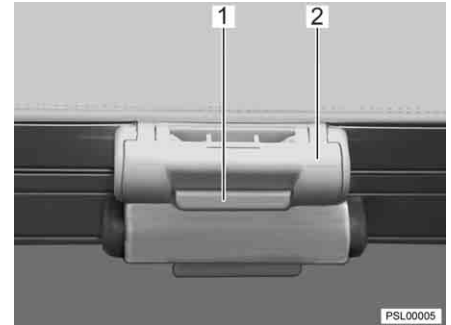

Fig. 18 Verrouillage du store du toit multiple
- Tenir la moustiquaire par la poignée (Fig. 18,2) et pousser la barre de déverrouillage (Fig. 18,1) par la poignée. Le dispositif de verrouillage sera alors débloqué.